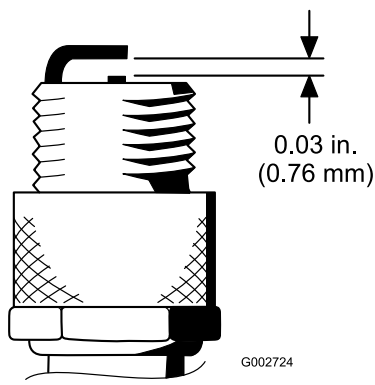

Figura 37
4. Ajuste el hueco entre los electrodos central y lateral a 0,76 mm (Figura 37).